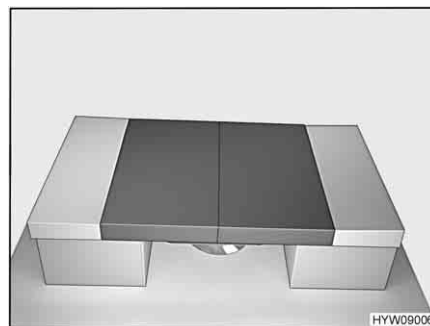

Fig. 51 Dopo la trasformazione
- Sistemare i cuscini del divano e dello schienale come illustrato nella Fig. 51.